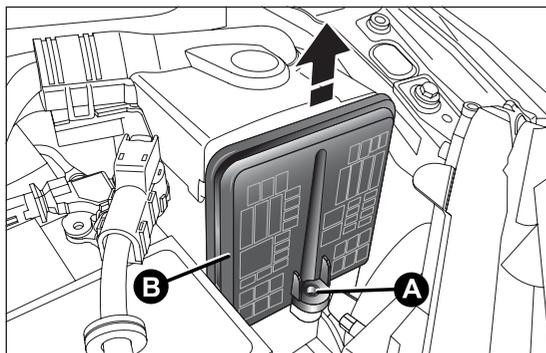

fig. 140
- ❑ dévisser la vis A fig. 140, retirer le couvercle B fig. 140 vers le haut. Le numéro d'identification du composant électrique correspondant à chaque fusible figure sur le couvercle fig. 141. Après avoir remplacé un fusible, s'assurer d'avoir bien refermé le couvercle B de la centrale des fusibles.